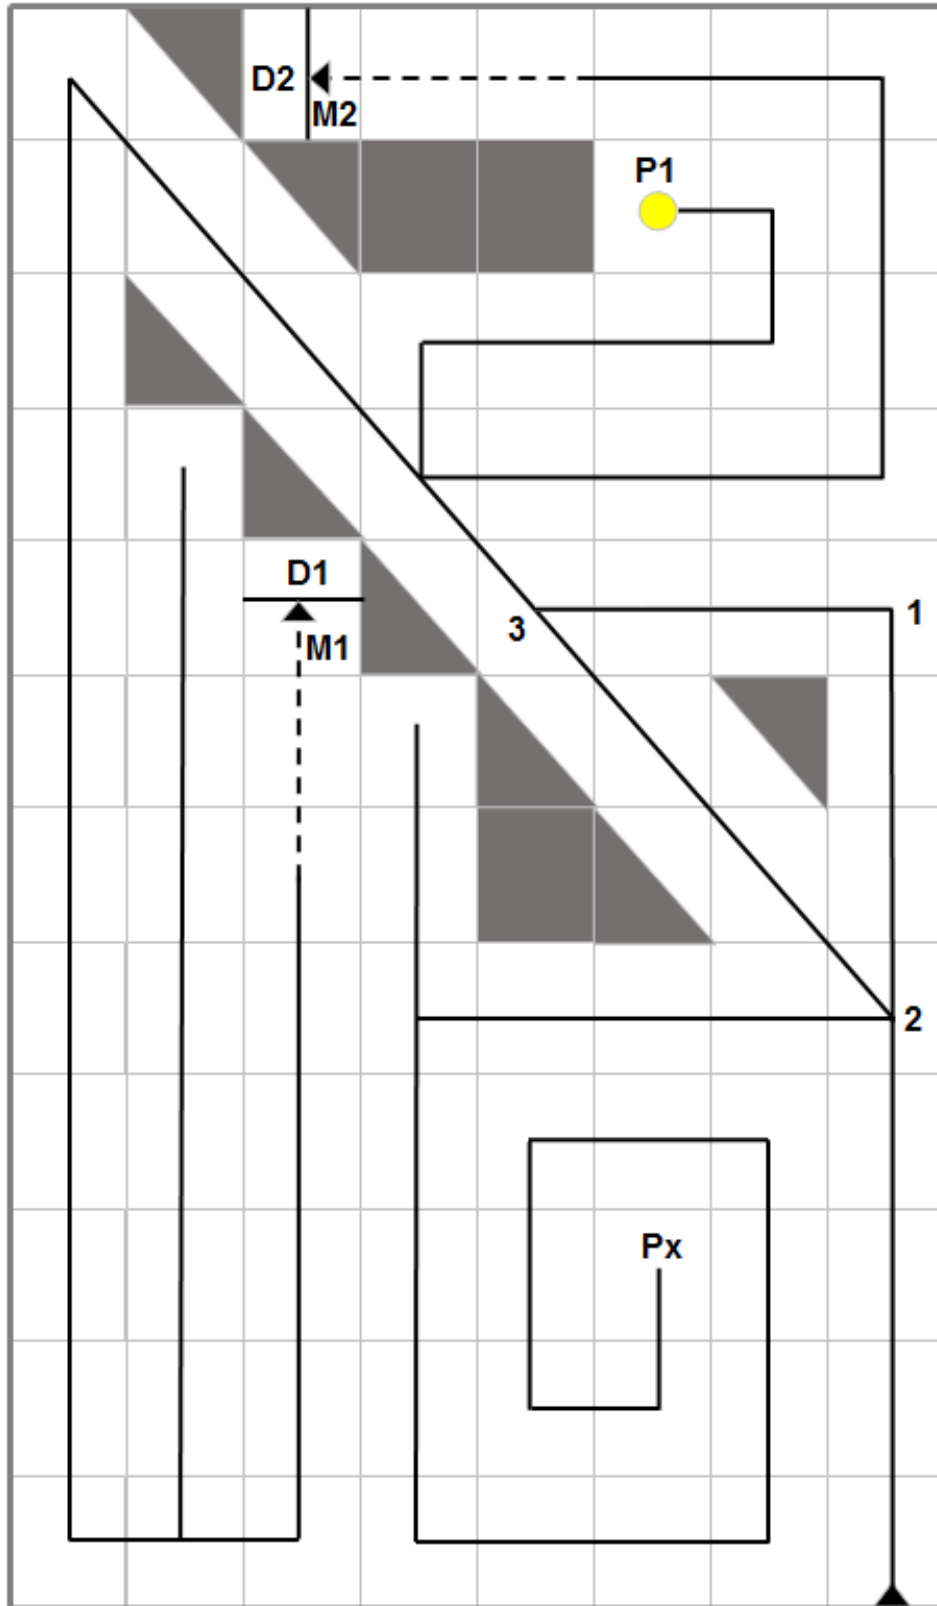
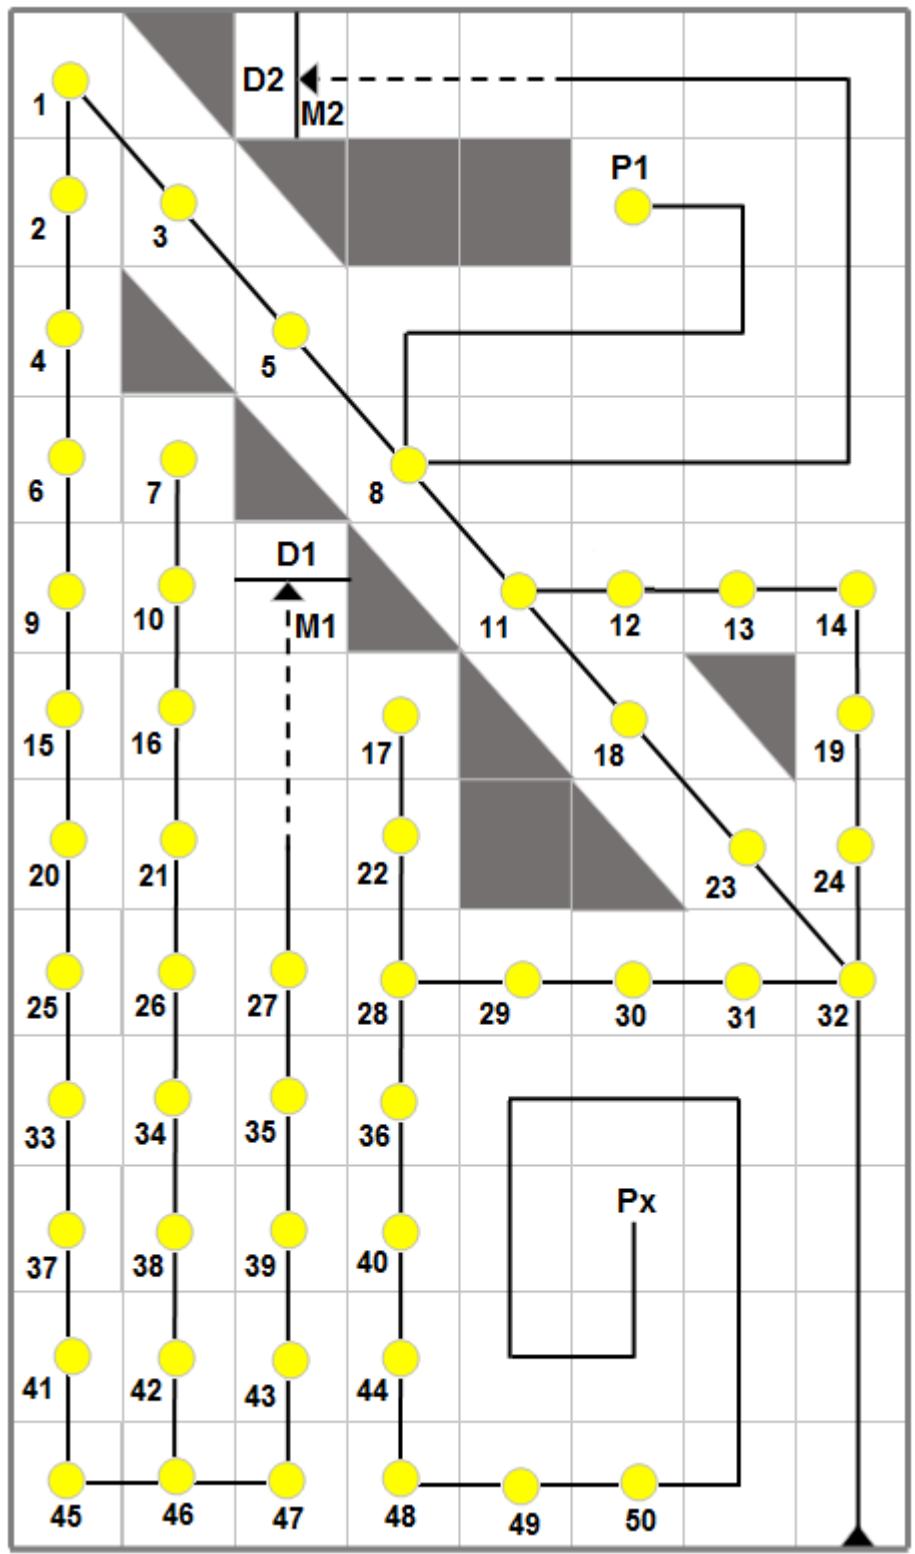

Figura 4. Esquema en vista superior de la ruta del Laberinto Básico 2014
Figura 5. Posibles posiciones de la pelota 2 Laberinto Básico 2014.
La categoría Laberinto Básico consiste en una competencia de habilidad para robots que deben recorrer el laberinto, cuyo recorrido se muestra en la figura 4, iniciando desde el punto de partida marcado como *E* (entrada). Cada robot entrará al laberinto de manera individual y lo recorrerá para recoger dos pelotas de tenis. El robot debe recoger y retener una pelota 1 ubicada en el punto *P1* (pelota 1). Una vez que haya recogido la pelota 1, la debe transportar hasta el punto *M1* (meta 1) y depositarla en el punto *D1* (depósito 1). El robot también debe recoger y retener una pelota 2. Una vez que haya recogido la pelota 2, la debe transportar hasta el punto *M2* (meta 2) y depositarla en el punto *D2* (depósito 2). La posición de la pelota 2 será definida por sorteo, el mismo día de la competencia. Las posibles posiciones de la pelota 2 se muestran en la figura 5. La competencia se hará a dos rondas. En cada ronda el robot debe realizar unas tareas definidas. En el recorrido, el robot deberá alcanzar el punto *P_x* y hacer un giro completo en el triángulo 1-2-3-1. Se le sumarán o se le restarán puntos a cada robot como se indica en la tabla 1 y se le medirá el tiempo invertido en el cumplimiento de dichas tareas. Es una competencia por puntos, con desempate por tiempo: ganará el robot que cumpla todas las tareas en el menor tiempo posible. Si ningún robot realiza todas las tareas, ganará el robot que acumule el mayor número de puntos en el menor tiempo posible. En caso de existir empate por número de puntos entre robots participantes, se definirá a favor del robot con el menor tiempo invertido en la realización de las tareas en las dos rondas. En caso de continuar el empate y sólo para los robots que ocupen puestos de premiación, se hará una nueva ronda, con un nuevo sorteo de la segunda pelota, para desempate.
2.4 Ingreso del robot al laberinto: El robot hace el ingreso al laberinto a partir de una plataforma de 61 cm de largo y 30.5 cm de ancho (esta plataforma no se muestra en el mapa del laberinto de la figura 4). El concursante enciende el robot y lo suelta sobre la línea de la plataforma que lo guía hacia el laberinto hacia el punto *E* (ver figura 4).
En la figura 4 se muestra un esquema en vista superior del sendero del laberinto para esta categoría. En detalle se muestran los cruces, las diagonales, el punto de inicio y los puntos de meta para cada pelota.
4.9 En cada ronda, la posición de la pelota 1 es conocida y fija. Estará localizada en el punto demarcado como $P1$, el cual se muestra en la figura 4.
4.10 En cada ronda, la posición de la pelota 2 será sorteada por el jurado y será la misma posición en esa ronda para todos los competidores. La figura 5, muestra las posibles posiciones de la pelota 2.
4.16 Es responsabilidad de cada robot garantizar que pueda funcionar con cualquier marca y tonalidad de color tipo verde-amarillo de las pelotas. Las pelotas deberán ser ubicadas, transportadas y depositadas en el depósito (punto D), el cual se muestra en la figura 4.
4.17 El cronómetro de competencia se detendrá cuando el robot llegue al punto M que se encuentra en la meta, tal como se muestra en la figura 4, así el robot haya o no realizado todas las tareas. Al llegar al punto M el robot dispone de 15 s para depositar las pelotas en D . De lo contrario no se le darán los puntos por realizar dicha tarea. Este tiempo no es adicionado al tiempo de competencia.
4.26 A cada robot se le asignarán puntos por el cumplimiento de ciertas tareas. Las tareas a cumplir y los puntajes de cada tarea se indican en la tabla 1 (ver también figura 4).
3	Alcanzar el punto P_x (3 puntos). Ver figura 4.
3	Hacer el recorrido 1-2-3-1 (3 puntos). Ver figura 4.